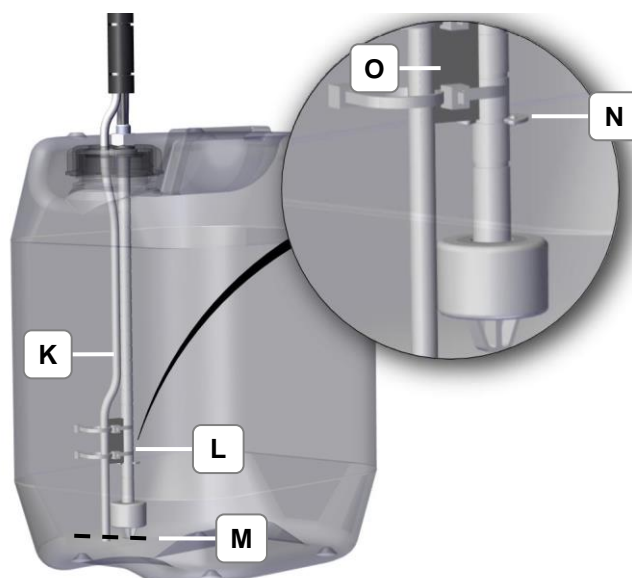

Bild 4.5.5: Schlauch und Kabel
<p>Betrieb mit Kanister</p> <ul style="list-style-type: none"> <li>Eine einwandfreie Funktion des Betriebs mit Kanister ist gewährleistet, wenn der Schlauch (K) und das Kabel (L) auf gleiches Niveau (M) eingestellt sind (Bild 4.5.5).</li> </ul>